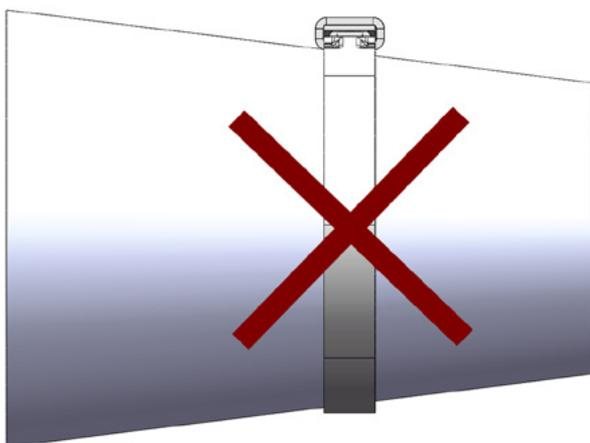

Abb. 25 Unzulässige Anwendung der WingGuard®-Bandklemme an einer konischen Fläche
- ▶ Die WingGuard®-Bandklemme darf nicht an konischen Flächen montiert werden (siehe Abb. 25).